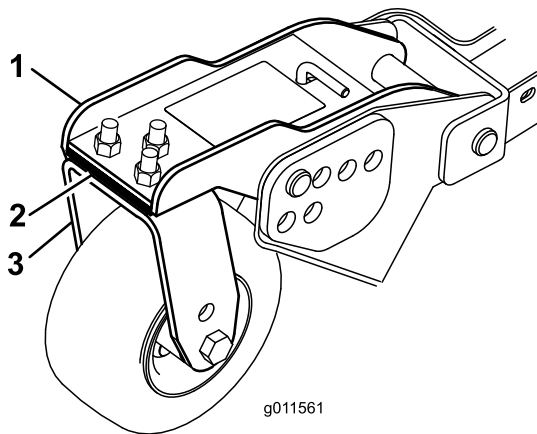

Figure 124
1. Enlevez les vis et écrous de fixation du bras de la roue pivotante à la fourche (Figure 124).